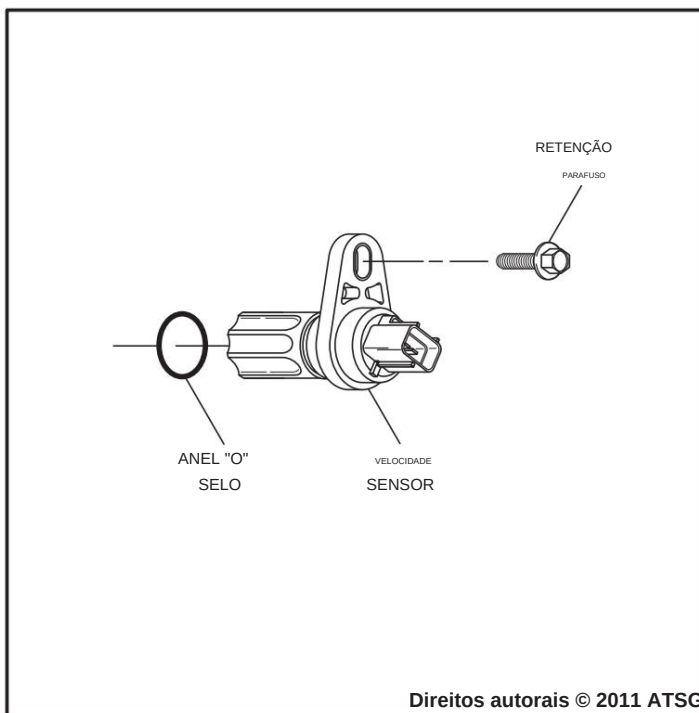

Figura 165
52. Instale novos anéis de vedação "O" nas entradas e saídas sensores de velocidade de saída, conforme mostrado na Figura 165, e lubrifique com uma pequena quantidade de Trans-Jel®.